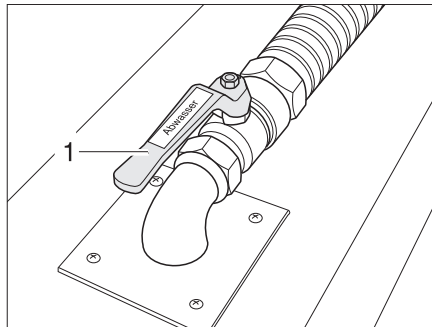

Bild 338 Avloppsventil
Avloppsventilen (Bild 338,2) sitter i dubbelgolvet. Avtappningskranen är svart och märkt med texten "Abwasser" ("Avloppsvatten").
- Öppna avloppsventilen (Bild 338,1). Avloppsvattnet rinner ut.